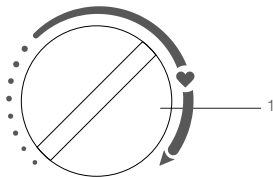

Рис. 5
3. Поверните ручку термостата (см. рис. 5) по часовой стрелке и установите желаемую температуру нагрева воды. Температуру нагрева воды можно установить в диапазоне от +35 °C (±5 °C) до +70 °C (±5 °C) (крайнее правое положение ручки термостата). Для уменьшения температуры нагрева воды поверните ручку термостата против часовой стрелки.